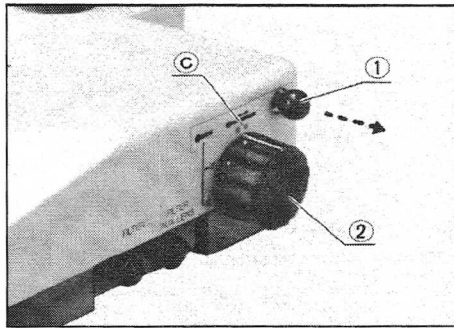

Abb. 22
- ① Bei jeder Zoomvergrößerung muß der Beleuchtungswahlschalter ② auf die grün-roten Punkte bei Position ③ gestellt werden (Abb. 22).
- ② Beleuchtungsknopf ① langsam herausziehen, bis die optimale Beleuchtung für die Mikroskopie erreicht wurde.